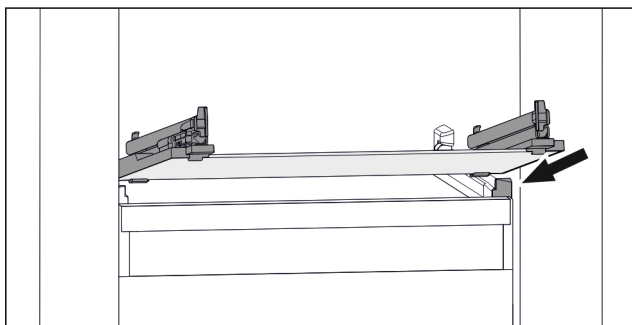

Fig. 141 Beispielhafte Darstellung der Glasplatte
- ▶ Glasplatte schräg hinter den Stopperr aufsetzen. (zie Fig. 141)